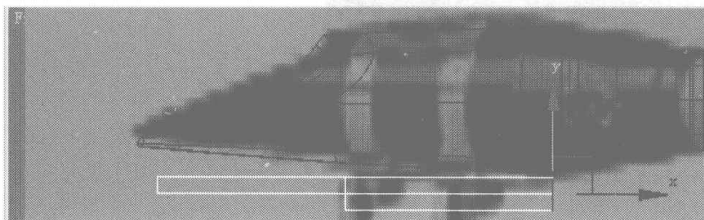
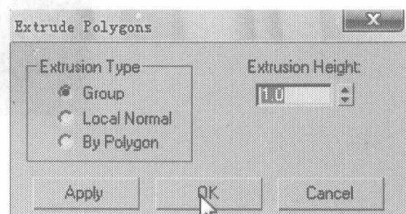
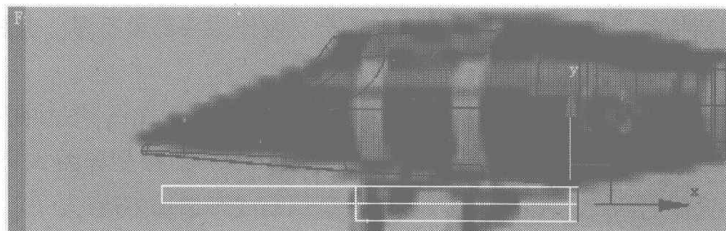

图 2.76
图 2.77
图 2.78
- 04** 选择如图 2.76 所示的面, 单击 **Extrude** 右边的小按钮, 在弹出的对话框中设置挤压参数如图 2.77 所示, 挤压结果如图 2.78 所示。